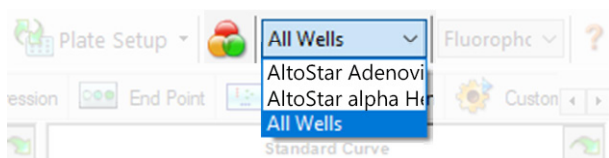

Figura 4: Botón Well Group (grupo de pocillos) y menú desplegable Well Group (grupo de pocillos)
En la ventana Data Analysis (análisis de datos), asegúrese de seleccionar el **Well Group** (grupo de pocillos) del kit AltoStar® Adenovirus PCR Kit 1.5. Por tanto, haga clic en el menú desplegable **Well Group** (grupo de pocillos) junto al botón **Well Group** (grupo de pocillos) (consulte la figura 4) de la barra de herramientas. No utilice el **Well Group** (grupo de pocillos) «All Wells» (todos los pocillos). La selección de la figura 4 se usa como vista de ejemplo general.
1. En la ventana Data Analysis (análisis de datos), asegúrese de seleccionar el **Well Group** (grupo de pocillos) del kit AltoStar® Adenovirus PCR Kit 1.5. Por tanto, haga clic en el menú desplegable **Well Group** (grupo de pocillos) junto al botón **Well Group** (grupo de pocillos) (consulte la figura 4) de la barra de herramientas.